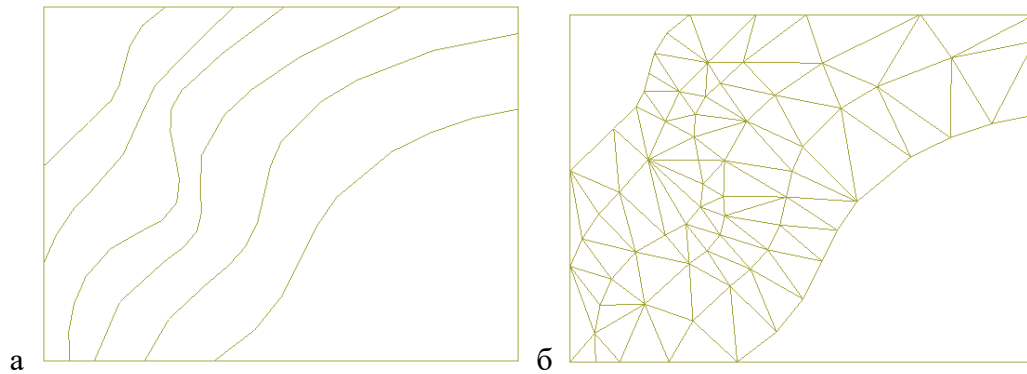

Рисунок 3.1 – Вигляд 3D-сітки на плані: а – коли горизонталям ще не задана висота; б – після призначення висоти
5. Редагуємо краї в 3D-виді, задавши їм висоту по осі Z. У цьому випадку необхідно коригувати кожен таку точку окремо (рис. 3.1, 3.2).